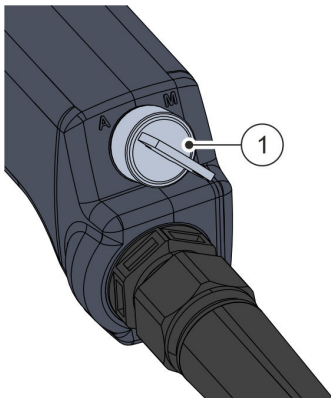

Abb. 24 Betriebsartenwahlschalter am Handcontroller (Betriebsart Automatik)
Die Betriebsart Automatik **Abb. 24 /A** wird am Betriebsartenwahlschalter **Abb. 24 /①** des Handcontrollers eingeschaltet.